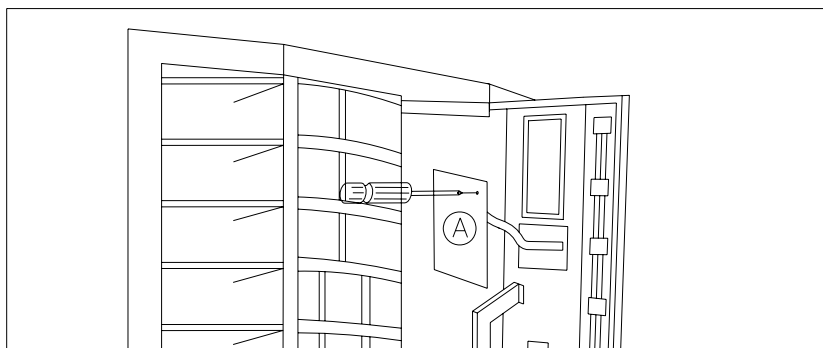

FIG. 14
- 3) Aprire la porta del box gettoniera e togliere la protezione FIG. 14 allentando le corrispondenti viti di fissaggio per mezzo di un cacciavite a stella.